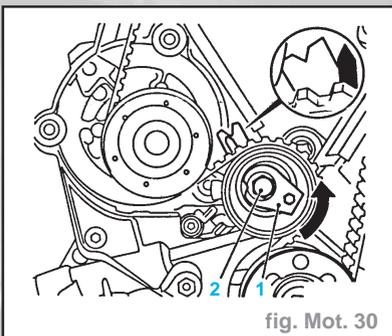

fig. Mot. 30
- Tourner l'excentrique de réglage (1) dans le sens de la flèche (dans le sens anti-horaire), jusqu'à ce que l'aiguille se trouve juste avant la butée droite. Serrer la vis de fixation (2) (fig. Mot. 30).